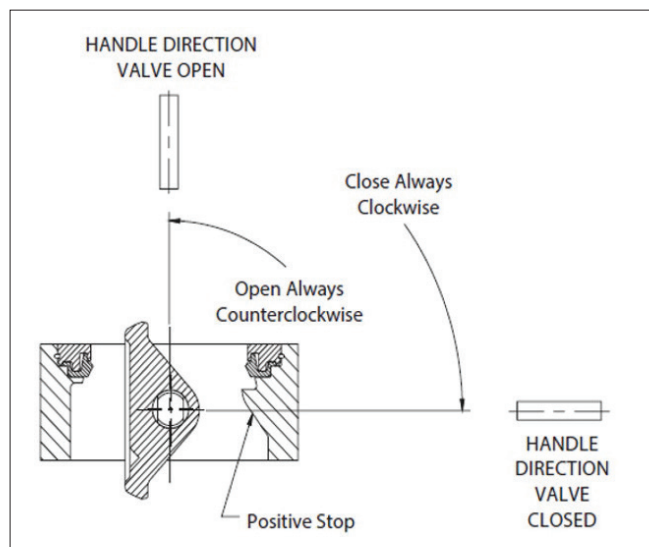

Fig. 2 Fonction de butée fixe
Afin d'éviter d'endommager le siège en cas de course excessive du disque au-delà de la position de fermeture (par exemple lors du montage sur site d'une poignée ou d'un actionneur), la vanne est dotée d'une « butée fixe ». Cf. Figure 2 pour obtenir l'emplacement de cette butée.
3. Avant d'installer une vanne fermée dans la tuyauterie, assurez-vous que la poignée ou l'actionneur est fixé de manière à ce qu'une rotation en sens anti-horaire, vue du dessus, permette d'ouvrir la vanne (cf. Figure 2). Refermez complètement la vanne avant de l'installer dans la tuyauterie.